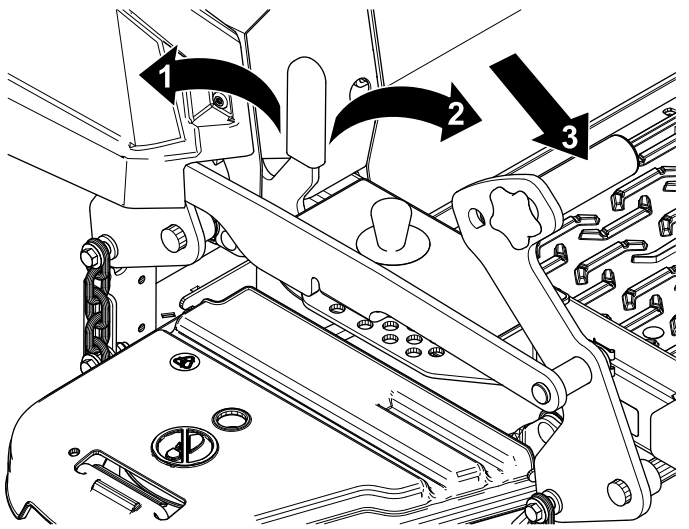

Figura 30
1. Presione el pedal de elevación de la carcasa hacia adelante del todo para bloquear la carcasa de corte en la posición de **TRANSPORTE** (Figura 30).
2. Presione el pedal de elevación de la carcasa hacia adelante y empuje el bloqueo de transporte hacia adelante a la posición de **DESBLOQUEADO**, luego baje lentamente la carcasa de corte (Figura 30).